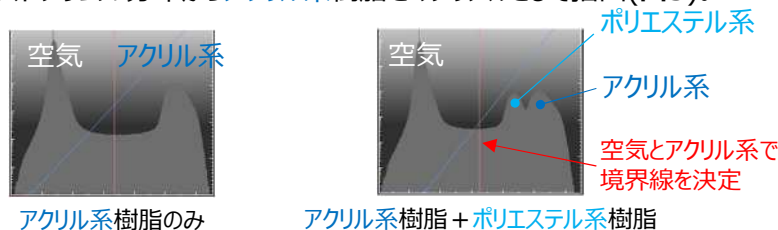

図3 グレイ値の分布
①アクリル系樹脂サンプルのみのスキャンと、それにポリエステル系樹脂サンプルを含めた混合スキャンを実施。
②グレイ値のヒストグラムの分布からアクリル系樹脂をマテリアルとして抽出(図3)。